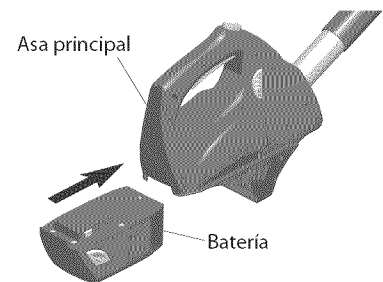

Figura 26 - Batería ensamblada en el mango principal
7. Deslice la batería en el mango principal hasta que los botones de desenganche “se cierren a presión” (vea la figura 26). *Nota:* Cargue completamente la batería antes de usar por primera vez. Vea *Carga de la Batería*, página 30.